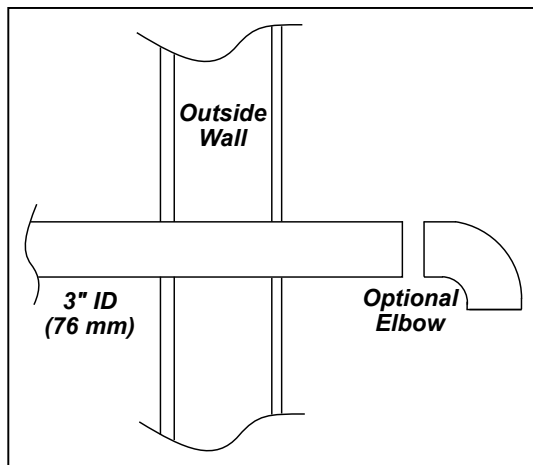

Figure 7: Connexion de l'air extérieur.
- Si la flamme est au milieu de ces deux caractéristiques avec une flamme lumineuse active jaune/orange sans pointes noires alors l'air est configuré pour un fonctionnement approprié. Référez-vous à la Figure 7.